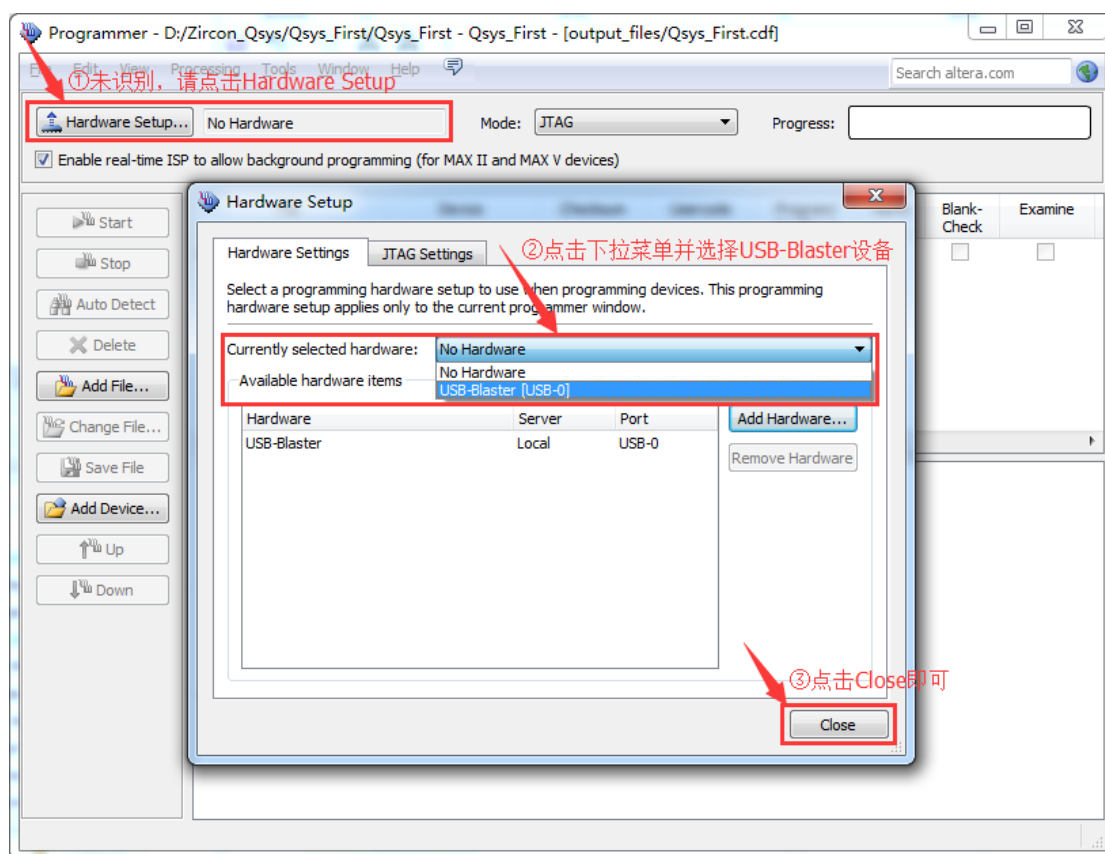

图 1.61 USB-Blaster 设备连接图
- (2) 在 Quartus II 软件中选择【 Tools 】→【 Programmer 】, 打开编程器窗口后确保编程器窗口的 Hardware Setup 栏中硬件已经安装。如果硬件没有安装,可以参考《 驱动安装指导手册 》中的介绍。如图 1.61 所示;